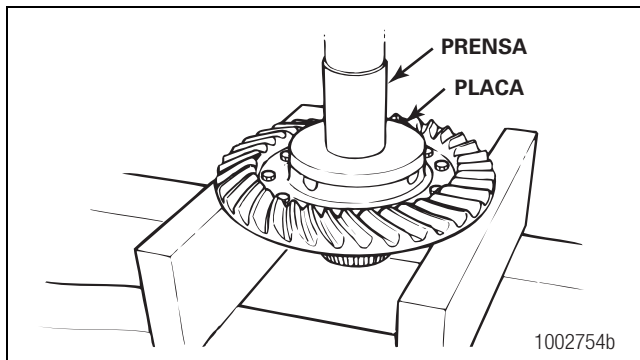

Figura 3.50
4. Coloque un buje sobre una placa de metal plana en la parte superior de la caja. Presione la caja del diferencial separándola de la corona. Figura 3.50.